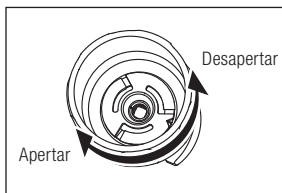

Fig. 2
- 2) Posicione a chave, alinhando-a com a secção quadrada da ponta. Depois, aperte com a chave até ouvir um clic (Fig. 2). Neste momento, segure na peça de mão para não torcer o cabo da peça de mão.
Para retirar a ponta, utilize a chave e rode no sentido contrário aos ponteiros do relógio na direção Desapertar da Fig. 2.